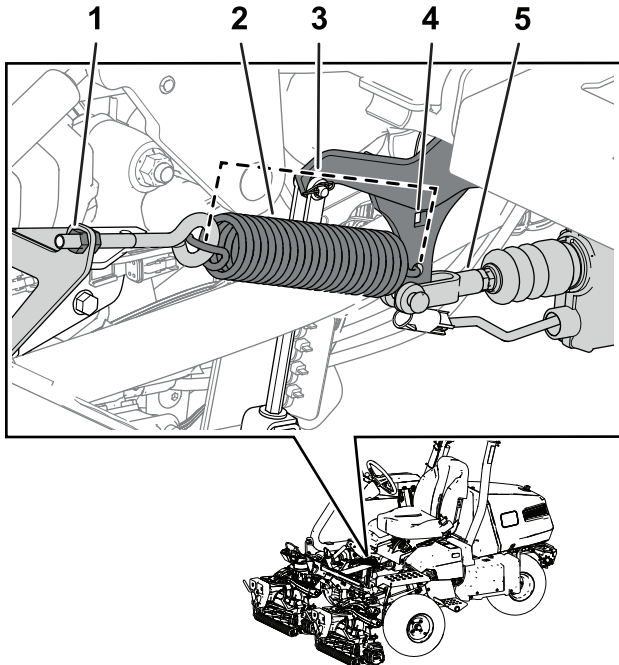

Bild 38
Hinweis: Weitere Informationen zu dieser Vorgehensweise finden Sie auf Bild 38.
3. Bereiten Sie den Betrieb vor, indem Sie die Ösenmutter auf eine Federlänge von 11,4 cm festziehen, wenn sie installiert ist (Bild 38).